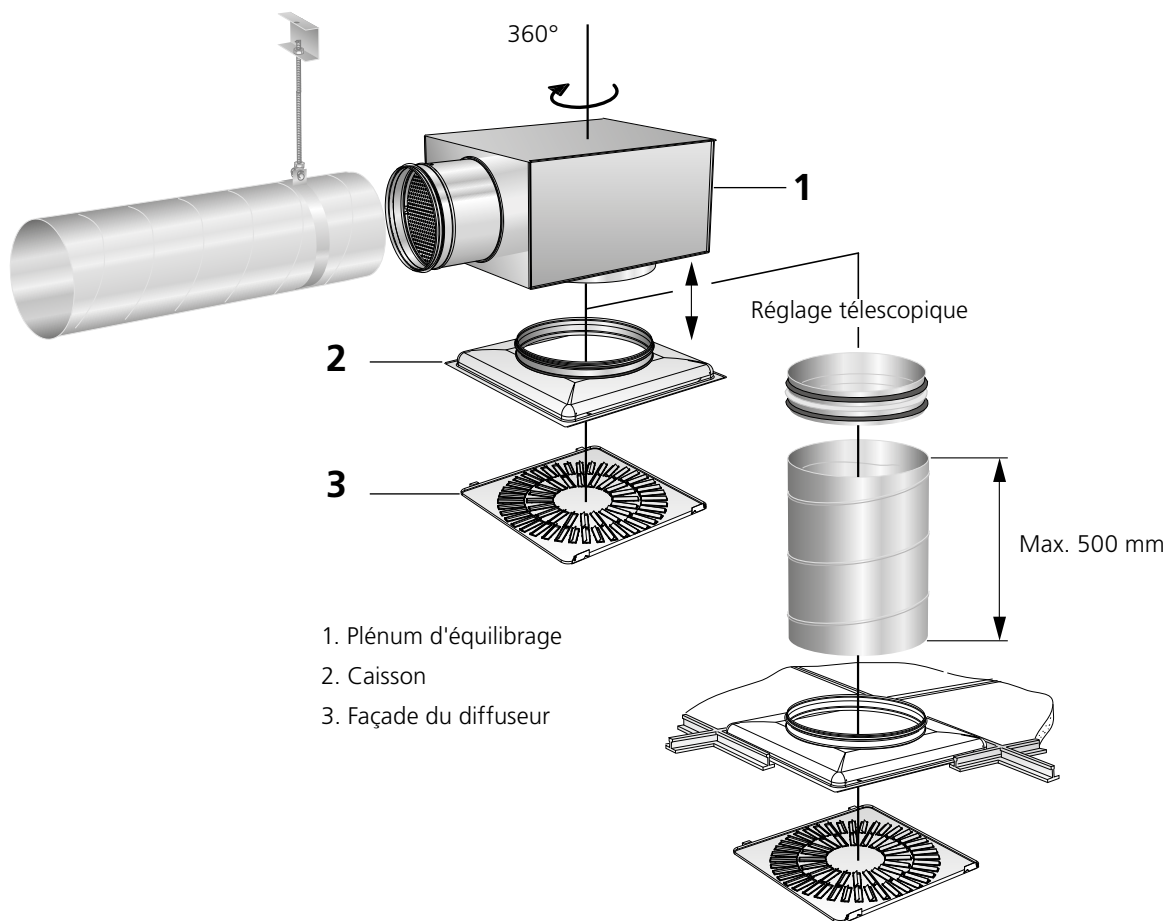

Figure 2. Alternatives d'installation
- La distance entre plénum d'équilibrage et le diffuseur peut être augmentée de 500 mm (voir Figure 2).